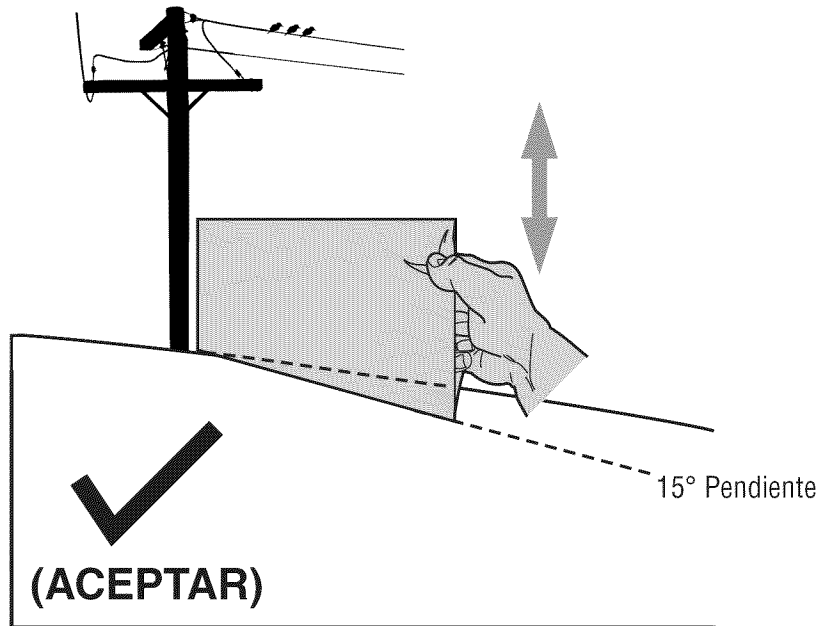

Figura 1
3. Alinee cada lado de pendiente de calibre con el objeto vertical (consultar Figura 1 and Figura 2).